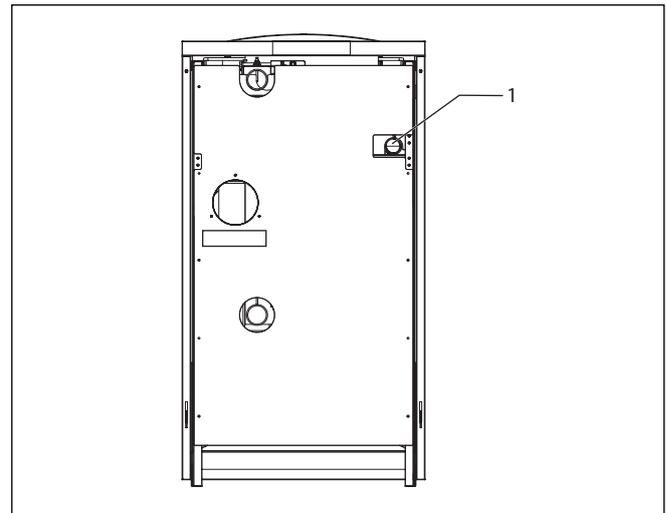

Abb. 5.3 Gasanschluss (Rückseite des Gas-Brennwertkessels)
- Schließen Sie die Gasleitung am Gasanschluss (**1**, Abb. 5.3) des Gas-Brennwertkessels an.